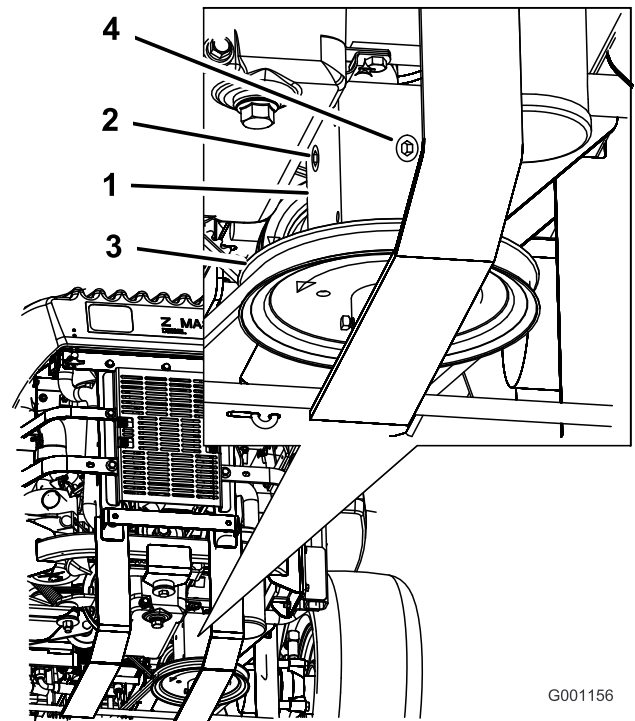

Bild 63
- Nehmen Sie die Prüfschraube an der Seite oder hinten am Getriebe ab (Bild 63).